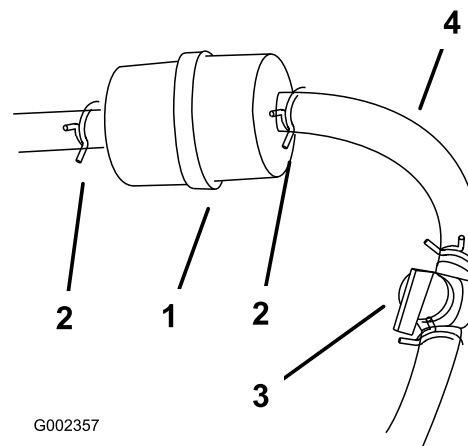

Figure 39
4. Fermez le robinet d'arrivée de carburant (Figure 39).
5. Pincez les extrémités des colliers et faites glisser ceux-ci pour les éloigner du filtre (Figure 39).
7. Posez un filtre neuf et rapprochez les colliers de fixation du filtre (Figure 39).
3. Fermez le robinet d'arrivée de carburant (Figure 39).
4. Desserrez le collier de serrage au niveau du filtre à carburant et éloignez-le du filtre en le poussant le long de la conduite d'alimentation (Figure 39).
5. Débranchez les conduites d'alimentation du filtre à carburant (Figure 39).
Remarque: Laissez l'essence s'écouler dans un bidon ou un bac de vidange (Figure 39).
7. Raccordez la conduite d'alimentation au filtre. Rapprochez le collier de serrage du filtre pour fixer la conduite d'alimentation (Figure 39).